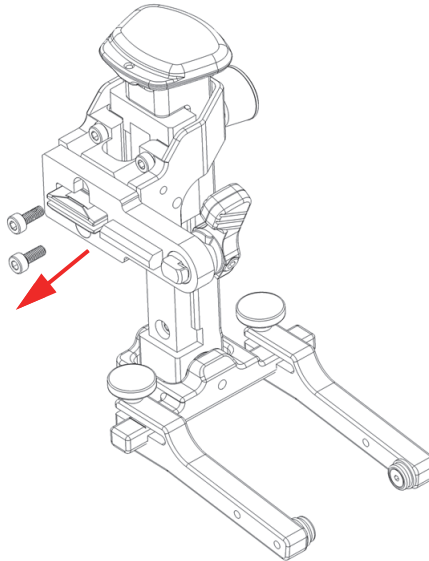

Рис. 2-20 Извлечение двух винтов
1. С помощью шестигранного ключа 2,5 мм открутите и извлеките винты на кронштейне подпружиненного рычага (Рис. 2-20 на стр. 51).